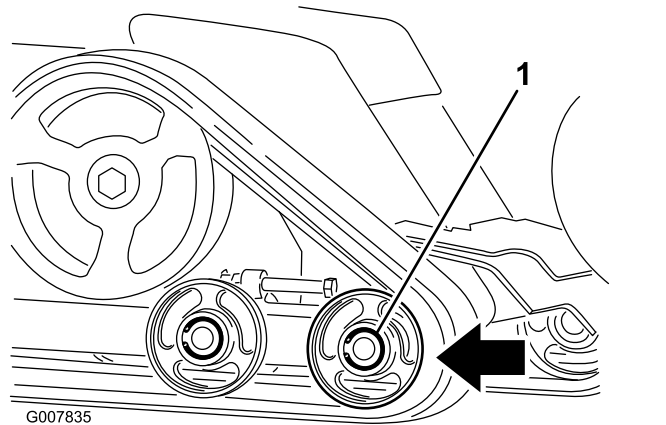

Figure 47
6. Poussez le galet de roulement avant aussi loin que possible vers l'arrière (Figure 47).
8. Lorsque la chenille est déchaussée, déposez-la de la machine (Figure 47).
9. Pour installer la chenille neuve, commencez par l'enrouler autour du pignon d'entraînement, en veillant à ce que les crampons s'engagent correctement entre les entretoises du pignon (Figure 47).
10. Poussez la chenille sous et entre les galets de roulement arrière et central (Figure 47).